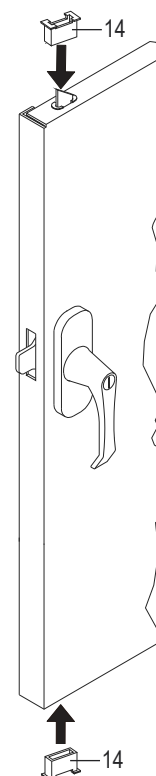

Figure 14
- Glissez les guides de barre de verrouillage en nylon (14) sur les extrémités des barres de verrouillage et à travers les fentes de la porte. Appuyez fermement jusqu'à ce que les guides s'enclenchent dans la porte. Si nécessaire, tournez la poignée en position ouverte et frappez légèrement avec un marteau jusqu'à ce que les guides s'enclenchent. (Voir Figure 14)